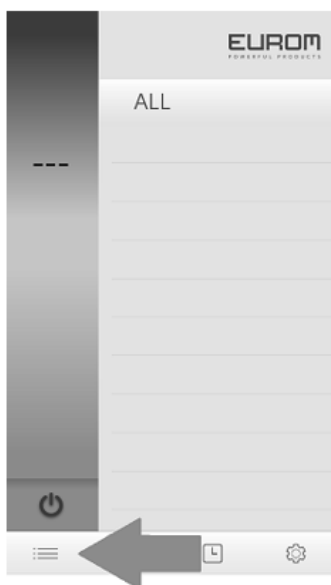

Figure 1
- Sur l'écran d'accueil, sélectionnez le 'button' en bas à gauche (fig. 1)